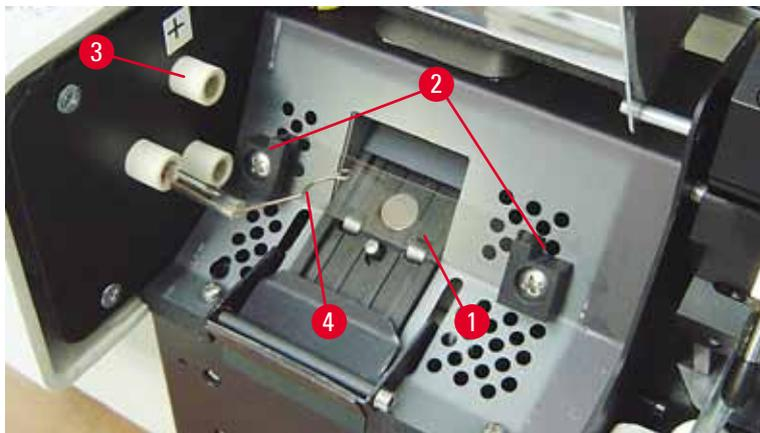

Fig. 17
5. Certifique-se de que a mola de contato (→ "Fig. 16-2") seja removida do fio (→ "Fig. 17-4") da lâmpada (veja também (→ "Fig. 17") e (→ "Fig. 18-1")).